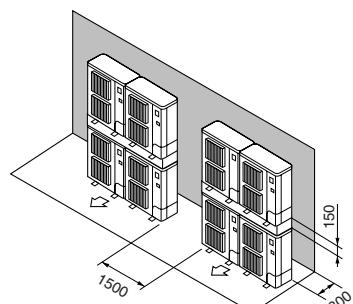

Fig. 3-17
- ⑦ Διάταξη μονάδων σε στοίβα (Fig. 3-17)